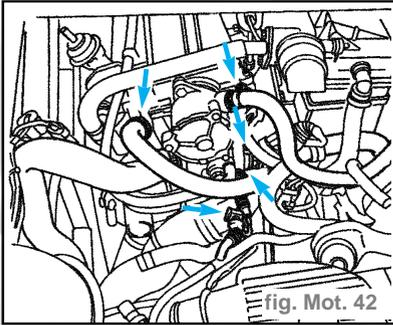

fig. Mot. 42
- Déconnecter du thermostat les tubulures provenant du bloc de chauffage, les deux tubulures de liquide de refroidissement indiquées puis débrancher les deux connexions électriques indiquées (fig. Mot. 42).